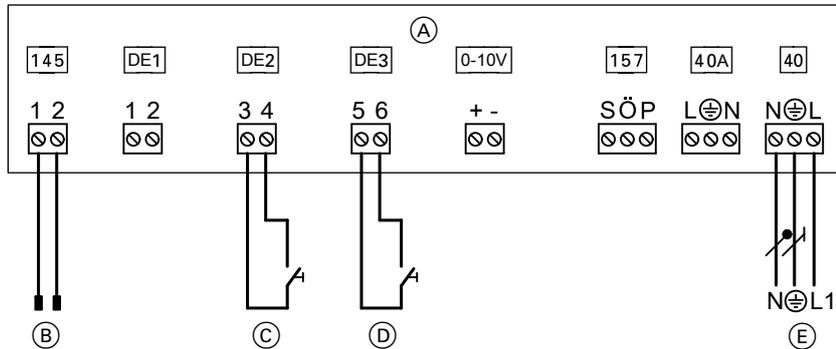

Рис. 30
- к модулю расширения EA1 только в соответствии с рис. 30